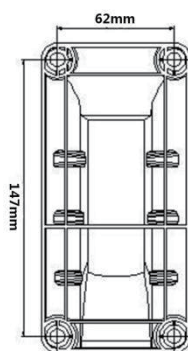

Fig.2
3. Utilizzare il supporto di montaggio come modello per segnare la posizione delle viti e praticare quattro fori nel muro (Fig. 2).